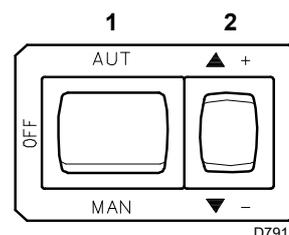
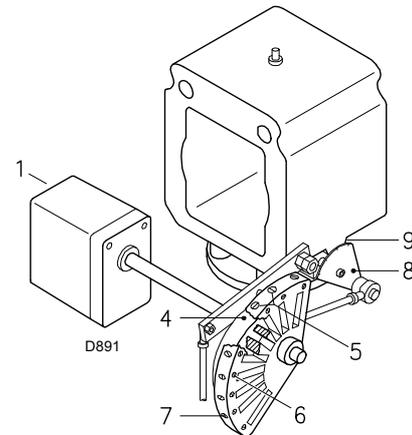
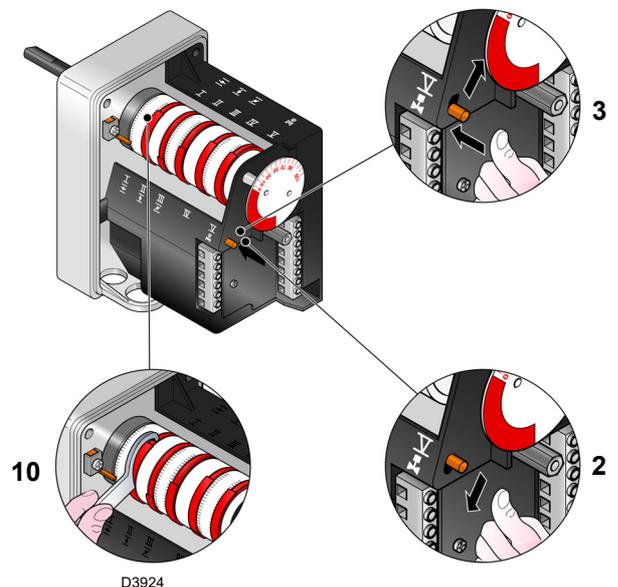
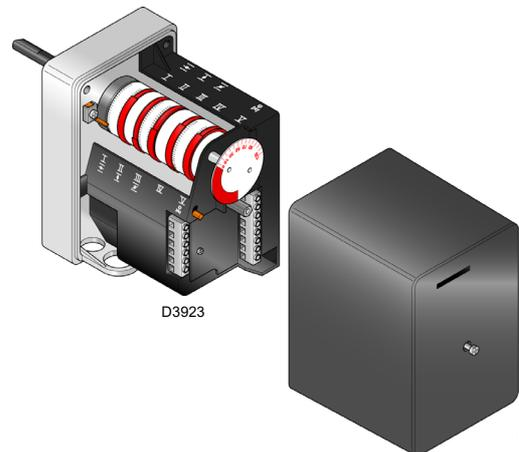

Fig. 35
Fig. 36
Fig. 37
Fig. 38
Cerrar los termostatos/presostatos y colocar el interruptor de la Fig. 35 en la posición "MAN".
La regulación del aire se realiza variando el ángulo de la leva III) (Fig. 38, en pág. 29) y mediante el selector 2)(Fig. 35, en pág. 26).
Para regular la leva del servomotor, consultar Fig. 37.
Apretar ahora el pulsador 2)(Fig. 35, en pág. 26) "aumento de potencia" y mantenerlo apretado hasta que el servomotor haya abierto el registro del aire y la válvula de mariposa del gas.
La regulación del aire se realiza variando el ángulo de la leva I) (Fig. 38, en pág. 29) y mediante el selector 2)(Fig. 35, en pág. 26).
Leyenda (Fig. 36)
La potencia MÍN se elige dentro del campo de trabajo que se indica en la Fig. 2, en pág. 9. Presionar el pulsador 2)(Fig. 35, en pág. 26) "Disminución potencia" y mantenerlo presionado hasta que el servomotor alcanza (Fig. 37) la regulación de fábrica.
Variar progresivamente el perfil inicial de la leva mecánica 4)(Fig. 36) utilizando los tornillos 5)(Fig. 36).
Regular nuevamente la potencia a 800 kW interviniendo en los tornillos 5) de la leva mecánica (Fig. 36, en pág. 27) y controlar las emisiones.
La regulación se realiza variando el ángulo de la leva III) del servomotor (Fig. 38, en pág. 29) y mediante el selector 2)(Fig. 35, en pág. 26).
Para la regulación de la leva III, ver Fig. 37.
El paso de una posición a la siguiente se obtiene manteniendo apretado el pulsador 2) en el símbolo (+) o (-) (Fig. 35, en pág. 26). Presionar apenas el pulsador 2)(Fig. 35, en pág. 26) "Aumento potencia" de modo que el servomotor gire aproximadamente 20°, ver la escala graduada del servomotor Fig. 37 y la escala graduada de los registros del aire 5) (Fig. 36 en pág. 27).
Enroscar o desenroscar el tornillo 5) de la leva mecánica (Fig. 36, en pág. 27) elegida para aumentar o disminuir el caudal de aire, para adecuarla al caudal de gas necesario y obtener así una óptima combustión.
Apagar el quemador desde el interruptor 1)(Fig. 35), posición OFF, liberar la leva mecánica 1)(Fig. 38) para separar los engranajes del servomotor, presionando y desplazando hacia abajo el pulsador 3)(Fig. 37) y verificar varias veces, girando manualmente la leva mecánica 1)(Fig. 37) hacia adelante y hacia atrás, que el movimiento sea suave y sin atascamientos.
Se recomienda montar nuevamente la leva mecánica 5)(Fig. 36 en pág. 27) en el servomotor, desplazando hacia arriba el pulsador 3)(Fig. 37).
- 6s:** Arranque servomotor: gira hacia la derecha 130°, o sea, hasta la intervención del contacto en la leva I (Fig. 38, en pág. 29). El registro del aire se posiciona en la potencia MÁX.
- 80s:** El servomotor gira hacia la izquierda hasta el ángulo regulado en la leva III (Fig. 38, en pág. 29) para la potencia MÍN.
- 109s:** El registro del aire y la válvula de mariposa del gas se sitúan en la potencia MÍN. (con leva III) (Fig. 38, en pág. 29) a 40°.